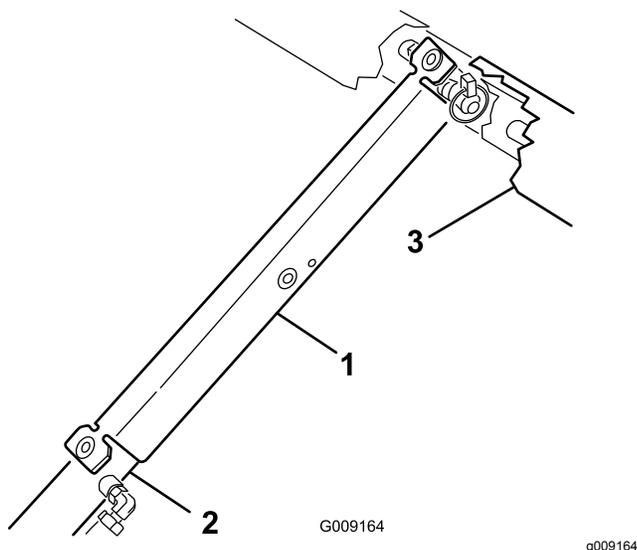

Рисунок 33
3. Насадите опору кузова на шток гидроцилиндра так, чтобы концевые выступы опоры опирались на торец корпуса гидроцилиндра и на конец штока гидроцилиндра (Рисунок 33).